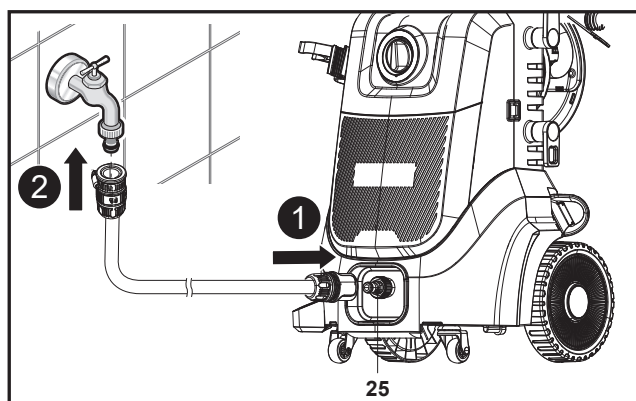

Fig. 10
2. Una a mangueira de jardim ao adaptador de entrada de água (25) no conector de entrada de água (10) da máquina (Fig. 10, passo 1). Utilize sempre um acoplamento padrão para a entrada de água. Para um funcionamento adequado, o comprimento da mangueira não pode ser superior a 8 m.
3. Conecte a outra extremidade da mangueira de jardim a uma fonte de fornecimento de água (Fig. 10, passo 2).